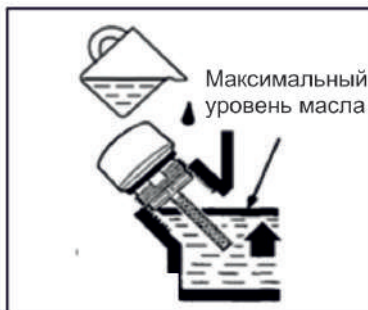

Рис. 4
3. Через маслозаливную горловину залейте моторное масло в картер двигателя до уровня нижней кромки маслозаливной горловины (рис. 4)